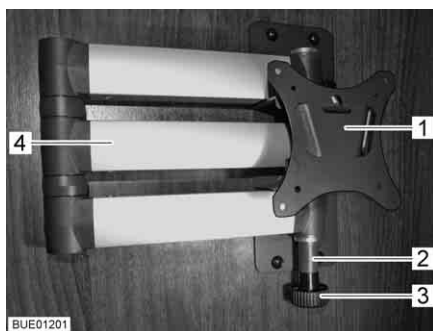

Fig. 55 Supporto con braccio snodato
- Tirare il bottone di sbloccaggio (Fig. 55,3). Il braccio snodato (Fig. 55,4) è sbloccato.
- Ruotare lo schermo piatto all'indietro nella sua posizione iniziale, finché il supporto (Fig. 55,1) non si innesta nel bloccaggio (Fig. 55,2).